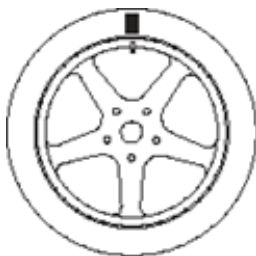

Рис. F5.4. Маркировка положения клапана на шине
- Установите клапан (ниппель) в положение «12 часов», отметьте положение клапана на шине мелом (см. рис. F5.4).